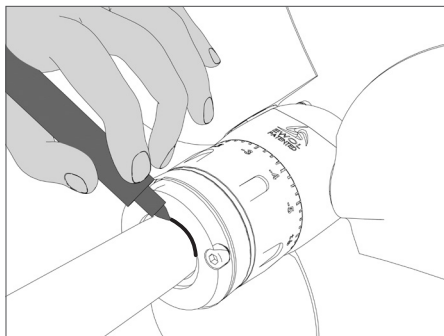

FIG. 9 | Faire une marque sur l'arbre à l'aide d'un feutre
- Marquer à l'aide d'un feutre le point d'emboîtement maximum sur l'arbre (**Fig. 9**).